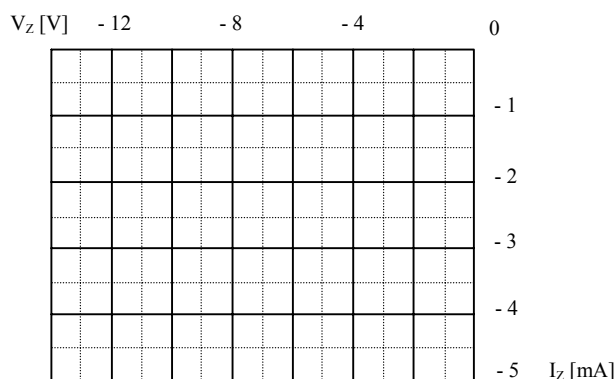

Fig. 4
5. Se trasează punctele măsurate și înregistrate în Tabelul 1 pe graficul din fig. 4. Se observă forma "moale" a cotului.
8. Se trasează caracteristicile pentru diodele de 8,2 și 12 V pe graficul din fig. 4. Trebuie să fie o diferență semnificativă în privința formei cotului din punctul de străpungere.